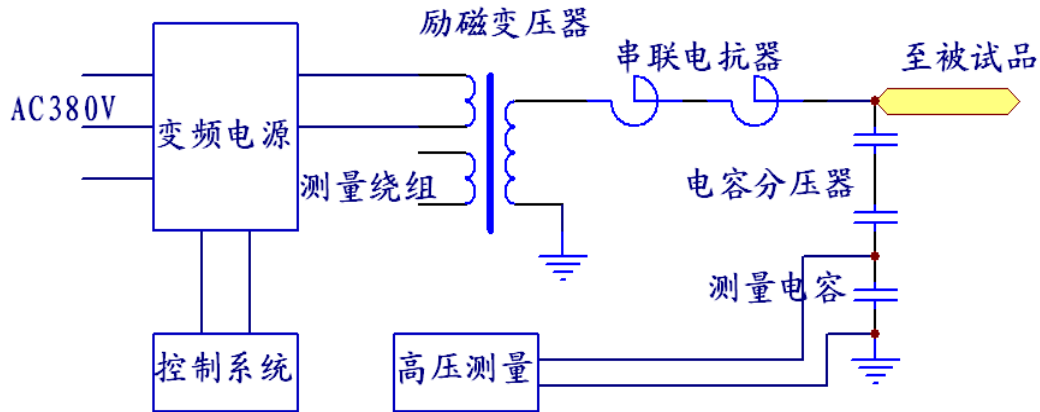

图 32 HMCXZW 型变频电源装置进行串联谐振交流耐压试验接线图
- 9.2.1 按照图 32 方式接好回路，试验电压的测量可以通过电容分压器测量。确认试验回路无误后，先不带试品进行空升试验。谐振回路由电抗器和电容分压器组成。整个装置与被试品之间通过一个无晕的高压导线连接。然后设置好分压比、测试电压。过电压保护、测试电流、试验时间、打开高压电流与电压等数据即可进行升压试验。
- 10.7 变频柜的负载能力必须按图 32 的曲线规定范围内，严禁在低电压时带大电流负载。在曲线的下部分为安全区。超过该区域将增大三极管损耗，严重时导致放大回路的三极管损坏。当超过了曲线，工作在曲线的上方，屏幕上的输出电压和输出电流将闪动提示。如果继续进行试验，变频柜中将会发出跳闸信号，同时屏幕上显示“功率曲线保护”，并且控制箱中发出“滴滴”的报警声。此时需要改变中间升压变压器的变比或者降低负载电流才能够继续进行试验。